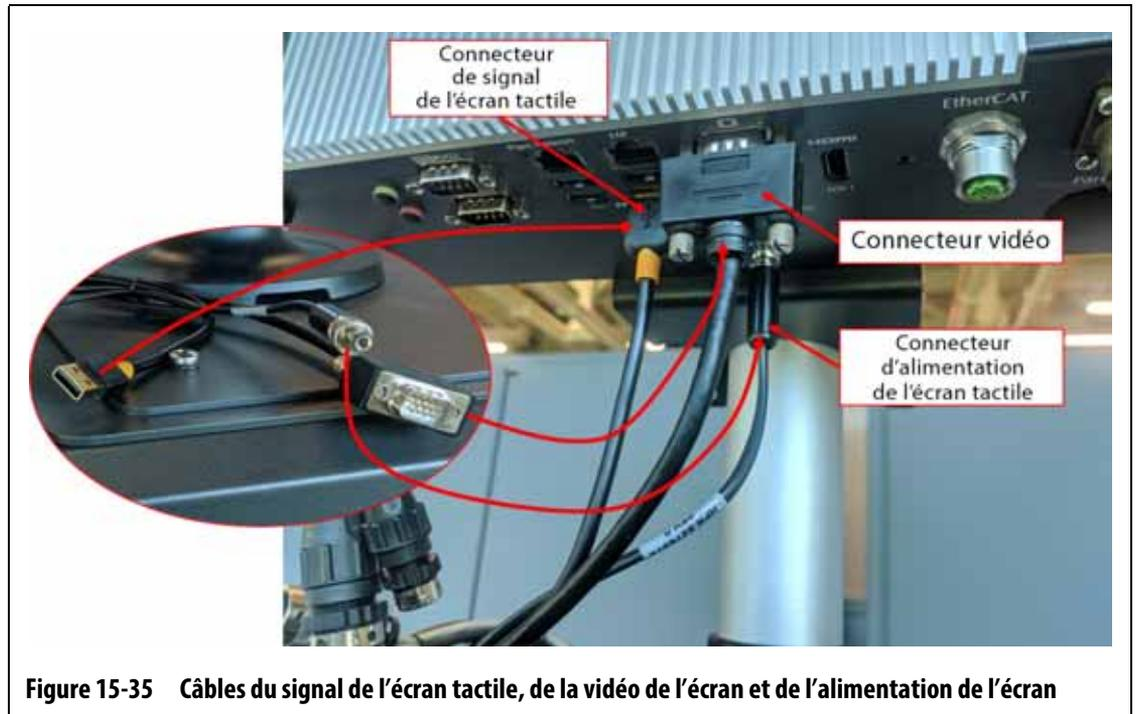

Figure 15-35 Câbles du signal de l'écran tactile, de la vidéo de l'écran et de l'alimentation de l'écran
7. Branchez le connecteur du câble de signal de l'écran tactile, le connecteur du câble vidéo de l'écran tactile et le connecteur du câble d'alimentation de l'écran tactile au connecteur de l'écran tactile, au connecteur LCD 12 VDC et au connecteur VGS sur la partie inférieure de l'unité MCU. Veuillez-vous reporter à Figure 15-35.
8. Utilisez des attaches câble pour attacher les longueurs de câbles entre l'écran tactile, l'unité centrale de commande et l'unité MCU. Assurez-vous que tous les câbles sont éloignés des points de pincement et qu'il y a suffisamment de longueur de câble pour laisser l'écran tactile et le bras pivotant se déplacer librement. Veuillez-vous reporter à Figure 15-35.